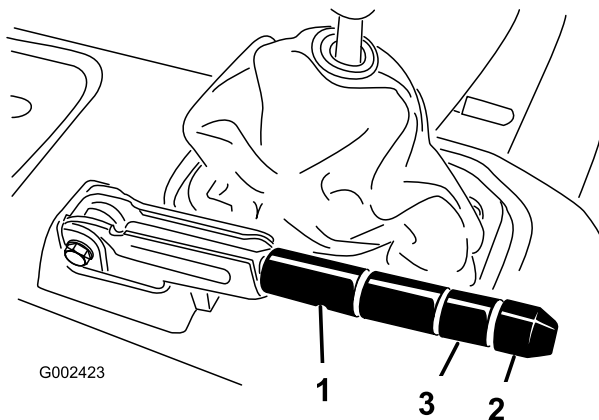

Figura 67
2. Desaperte o parafuso de afinação que fixa o manípulo à alavanca do travão de mão (Figura 67).